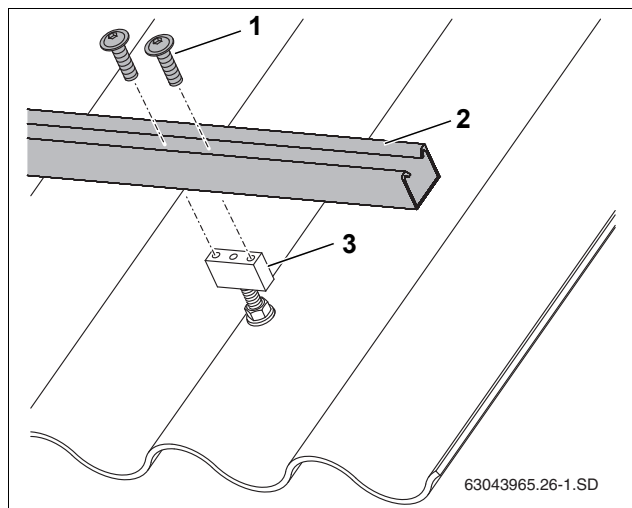

Рис. 25 Крепление профильной рейки к бобышке
- ▶ Закрепите профильные рейки (рис. 25, [2]) двумя винтами (рис. 25, [1]).